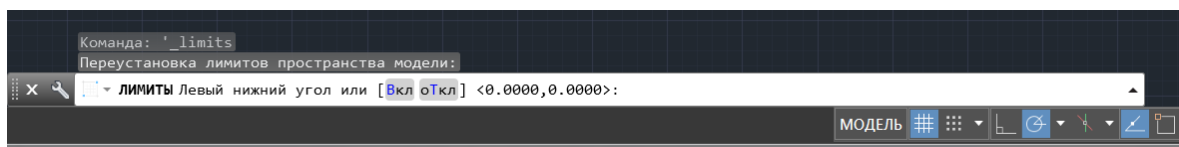

Рисунок 10 – Отображение сообщений в командной строке
2. В области командной строки появится сообщение “Переустановка лимитов пространства модели: Лимиты левый нижний угол или [Вкл./откл.] <0.00,0.00>: отображается”. Нажмите клавишу **ENTER** один раз, чтобы принять координаты по умолчанию <0.00,0.00>. (Рисунок 10)